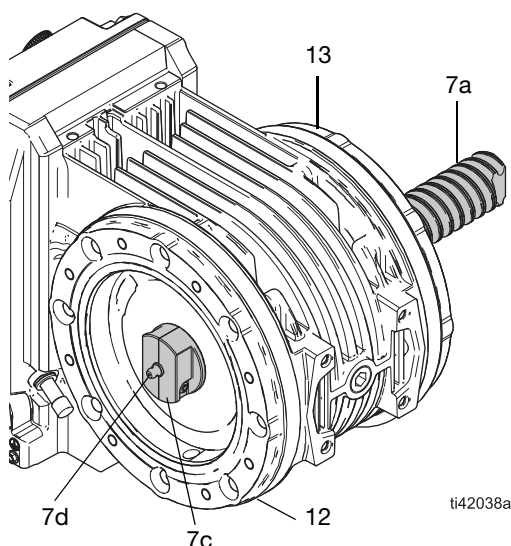

FIG. 18 : Outil de graissage du rotor
4. Tourner l'outil de graissage du rotor au centre du rotor (7) jusqu'à ce que l'arbre (7a) sorte complètement du capuchon du stator côté charge (13). Voir FIG. 18.